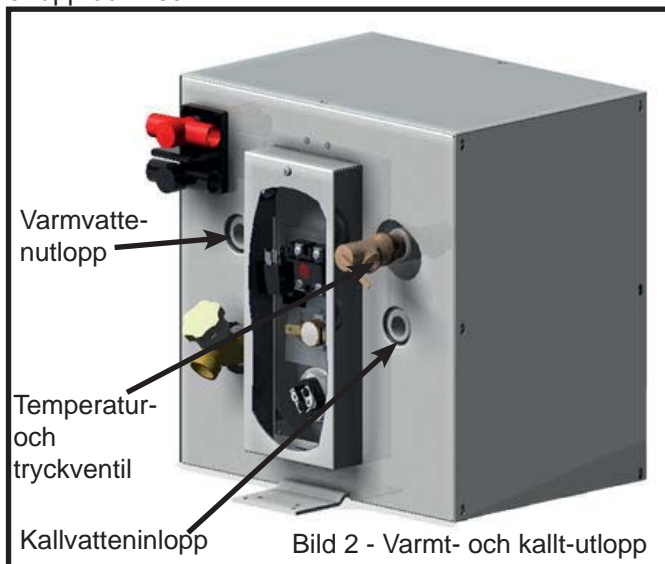

Bild 2 - Varmt- och kallt-utlopp
**Steg 2** Anslut kallvattenförsörjningen och varmvattenutloppet till beredaren (se bild 2) med hjälp av ½" N.P.T. förbindningar eller WX1514 / WX1524B för ett Whale® Quick Connect-system.